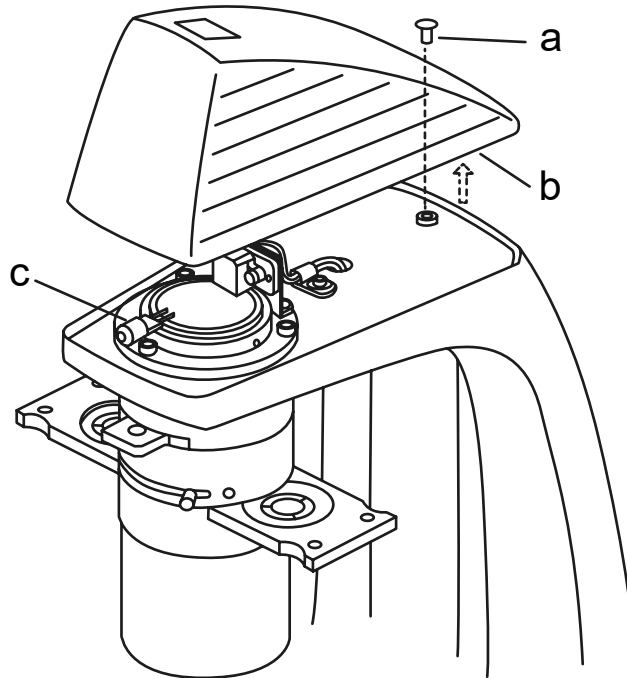

Figura 4.
• **Instalación y reemplazo de la bombilla (Figura 4).**